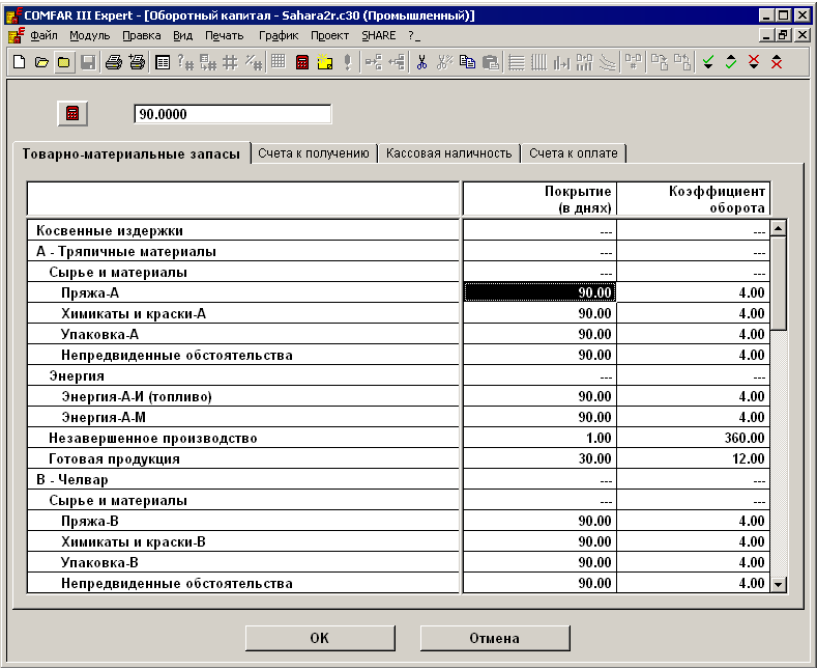

Рисунок 75: Окно обротного капитала
- Отображается окно ОБОРОТНЫЙ КАПИТАЛ (рис. 75).